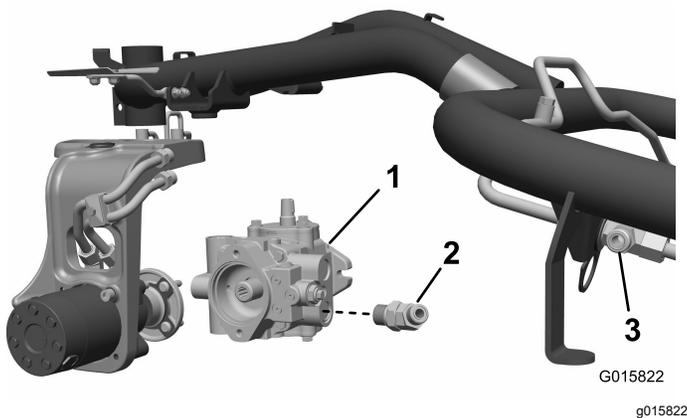

Figure 7
1. Débranchez le flexible inférieur de pompe hydraulique de la pompe et du raccord en T supérieur de traversée au niveau des moteurs avant. Mettez ce flexible au rebut (Figure 7).
Laissez le raccord desserré et orienté vers le haut et l'extérieur (Figure 7).